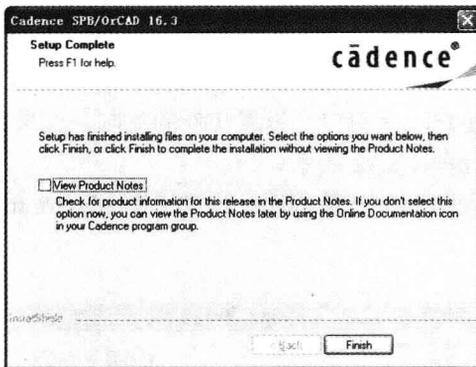

图 1.2.16 “Setup Complete”窗口
(12) 安装完成后, 出现“Setup Complete”窗口, 提示已完成软件的安装, 请根据需要勾选“View Product Notes”选项, 单击“Finish”按钮, 如图 1.2.16 所示。